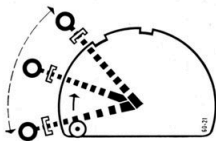

Fig. 10.
2. Sänkning och lyftning av redskap. Lägeskontroll. (fig. 10)